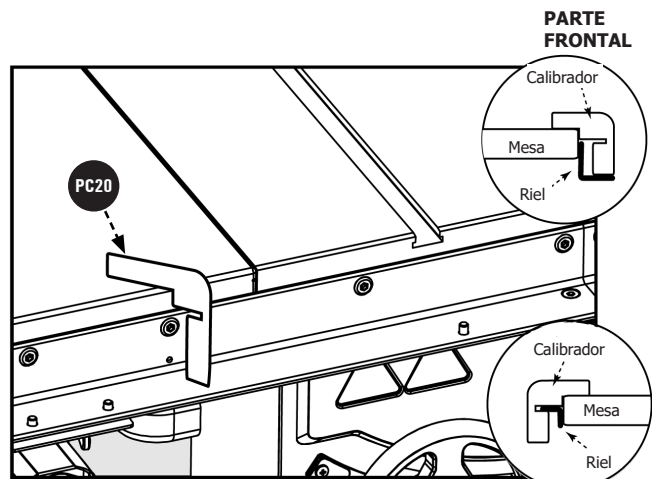

Figura 6
3. Utilice la plantilla de alineación de guía **HP20** para asegurarse que el perfil se encuentre a una distancia adecuada de la parte superior de la mesa a cada lado de la mesa de hierro fundido. Ver Figura 6.